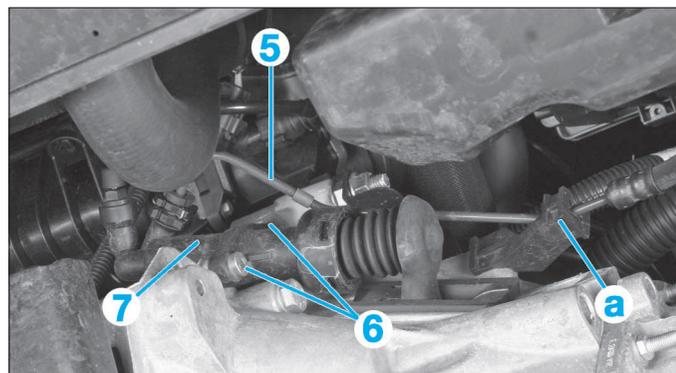

FIG. 4
- Dégrafer le tuyau hydraulique d'embrayage (5) (en "a") (Fig.4).